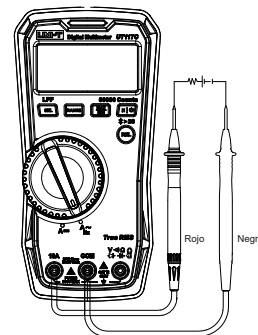

Figura 10
9. Medición de corriente de AC/DC (Figura 10)